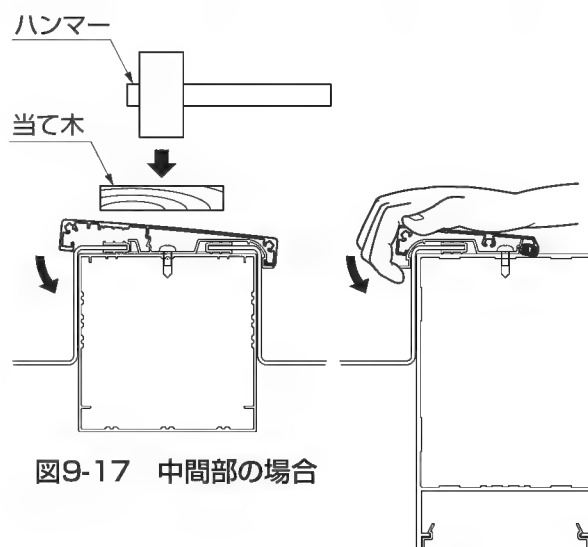

図9-17 中間部の場合
③ 屋根固定材カバーを屋根固定材にはめ込んでください。（図9-17、図9-18参照）